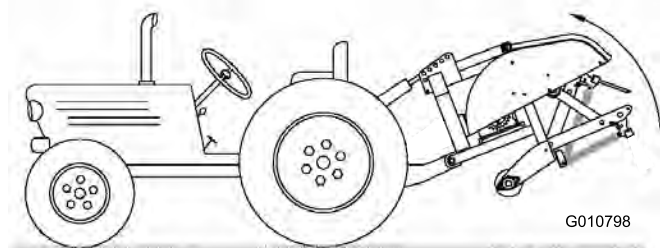

図 9
2. エアレータを一番高い位置まで上昇させ、上部リンクの油圧シリンダ（または上部リンク）を完全に縮める（図 9）。